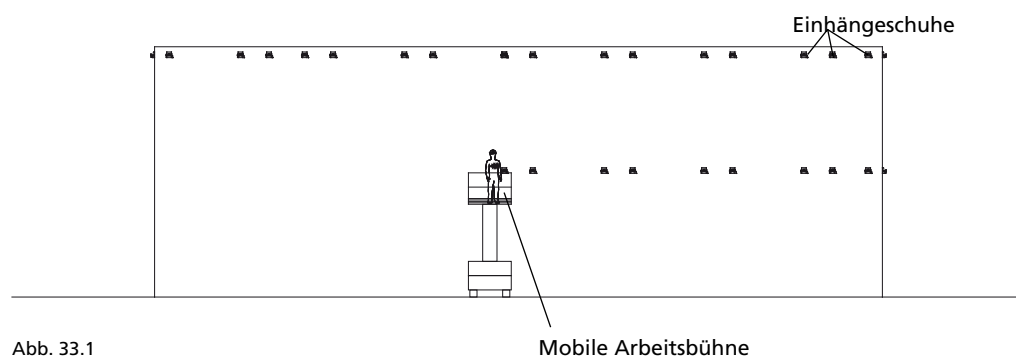

Abb. 33.1
- Mobile Arbeitsbühne (Abb. 33.1)